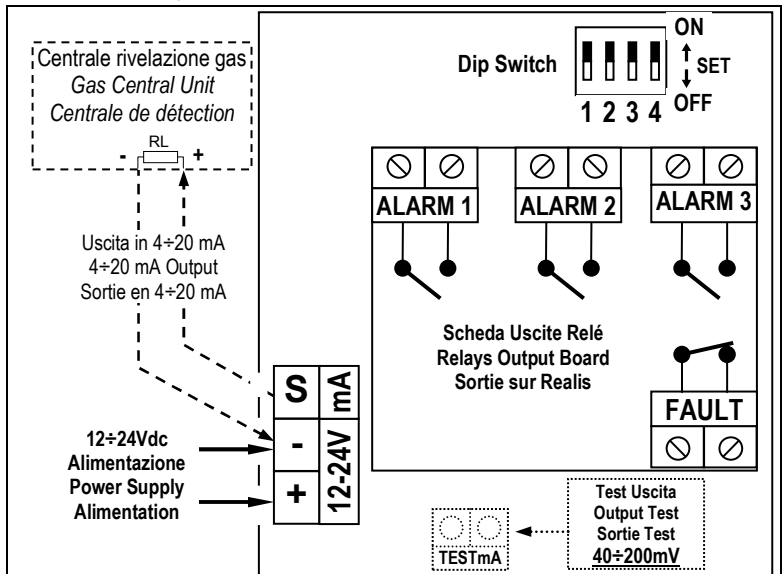

Fig. 2 - Schema di collegamento / Wiring diagram / Schéma
**Raccordements électriques (Fig.2):** la distance maximale à laquelle chaque détecteur peut être alimenté est indiquée dans le **Tableau 1** en fonction de la section du câble utilisé. Dans le cas d'alimentation de plusieurs détecteurs en parallèle, il est nécessaire de calculer la chute de tension sur les portions communes des câbles. Un câble sans écran est normalement utilisé, avec 2 conducteurs pour l'alimentation + les conducteurs pour les sorties relais.
**NOTE:** En outre si la sortie en 4÷20 mA est utilisée, vérifiez avec le voltmètre sur les bornes de test "TEST mA" (fig.2) si le valeur entre **184 et 216 mV est atteinte**. [Ou bien que la sortie en mA augmente jusqu'à **20 mA (±1,6)** et que la centrale à laquelle le détecteur est connecté, indique **20%LIE (± 2)**]. Après cela, la sortie revient progressivement à 4 mA.